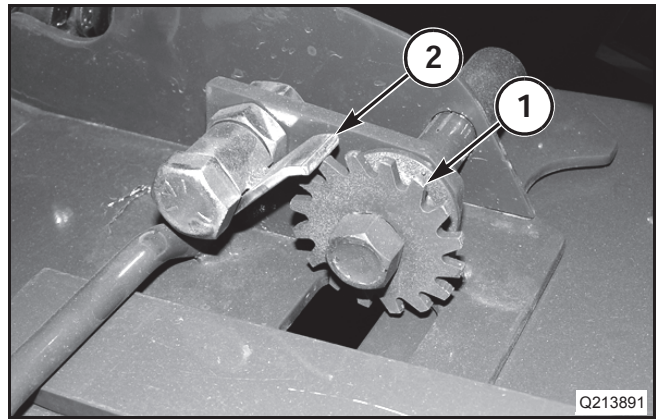

FIG. 30
FIG. 30: Los tensores de la lona (draper) central (1) están localizados en las partes delantera de la sección del draper central, en los lados izquierdo y derecho.